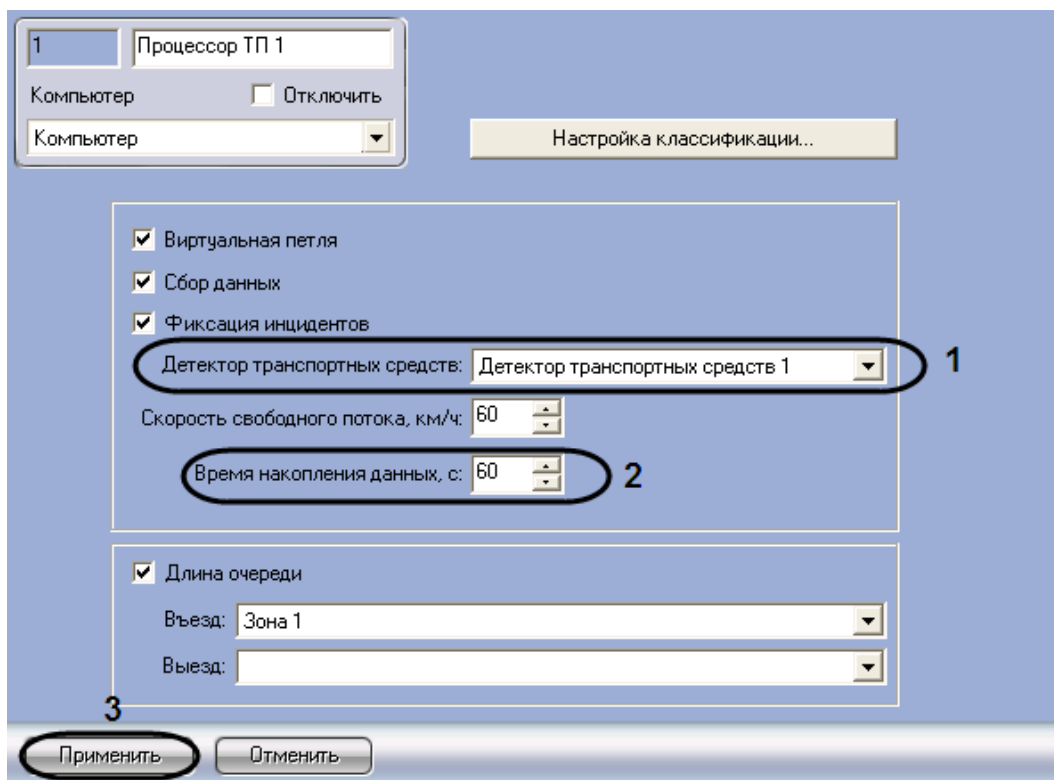

Рис. 7.6-9. Настройка взаимодействия модулей «Процессор транспортного потока» и «Детектор транспортных средств»
1. Перейти на панель настройки объекта «Процессор ТП» (см. Рис. 7.6-9)
2. Из раскрывающегося списка «Детектор транспортных средств» выбрать название одноименного объекта, соответствующего требуемому программному модулю (см. Рис. 7.6-9, 1)
3. В поле со списком «Время накопления данных, с» ввести временной период в секундах, в течение которого модуль «Процессор транспортного потока» принимает сообщения от модуля «Детектор транспортных средств» и производит усреднение характеристик транспортного потока (см. Рис. 7.6-9, 2). По истечении данного периода данные сохраняются в базу данных модуля «Процессор транспортного потока»
4. Для сохранения внесенных изменений нажать кнопку «Применить» (см. Рис. 7.6-9, 3)